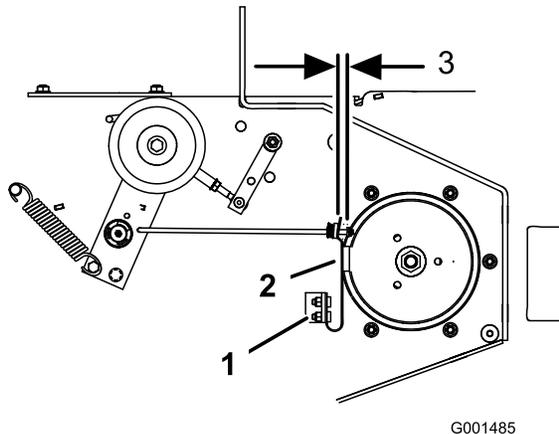

Figure 59
contre les deux côtés de la gorge de la poulie (Figure 59).
4. Ajustez l'écrou à l'extrémité de la tige de frein jusqu'à ce que l'écrou et l'entretoise soient espacés de 3 à 5 mm (1/8 à 3/16 po) (Figure 59).